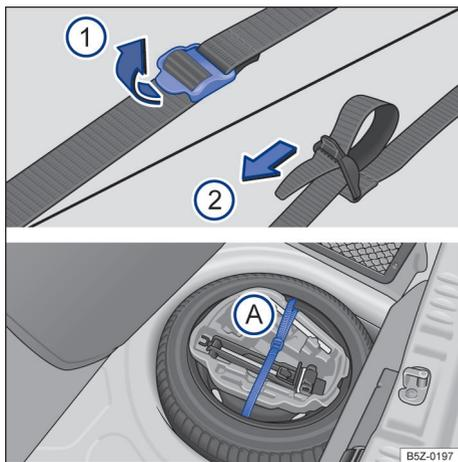

Fig. 126 No compartimento de bagagem: cinta de fixação da caixa de ferramentas e caixa de ferramentas de bordo.
- Para soltar a cinta de fixação → Fig. 126 **A**, puxar a fivela no sentido da seta **1**.